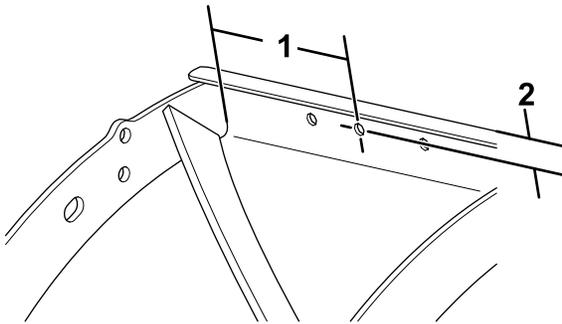

Bild 14
4. Bohren Sie auf der linken Seite des Pfluges ein Loch (7/16") an der in **Bild 14** dargestellten Stelle.